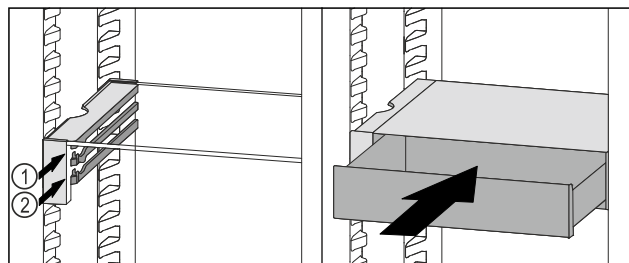

Fig. 149
- Nasadte zásuvku VarioSafe za zářezky na požadovaném žebro Fig. 149 (1) nebo Fig. 149 (2).